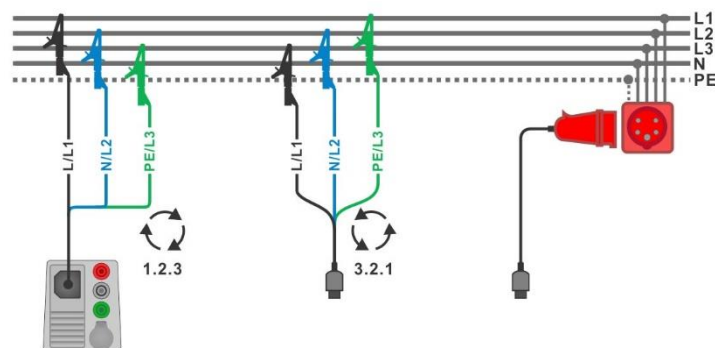
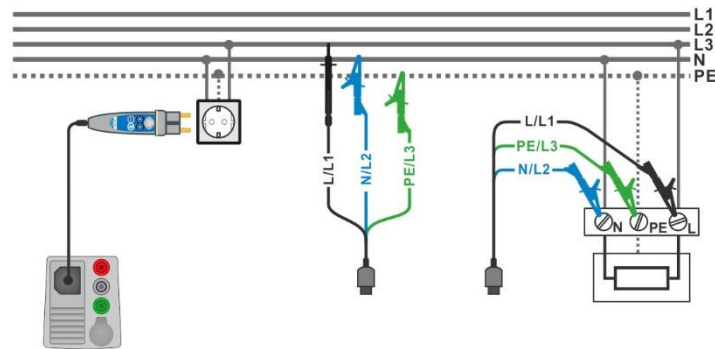

Abbildung 7.2: Anschluss des 3-Leiter Prüfadapters und des optionalen Adapters im Drehstromnetz.
Abbildung 7.3: Anschluss des Commander-Prüfsteckers und des 3-Leiter Prüfadapters im Ein-Phasen-System
- › Schließen Sie die Prüfleitungen am Prüfling an (siehe **Abbildung 7.2** und **Abbildung 7.3**).